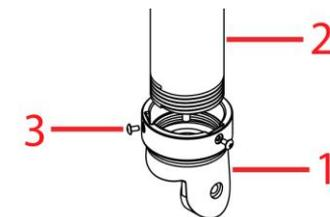

Figura 7
- Coloque o adaptador de montagem do pendente/poste (1) (figura 7) à volta de um tubo padrão de água roscado macho de 1 ½" padrão (2) (figura 7) e fixe firmemente os dois parafusos M3x0.5P (C = 6 mm) no adaptador de montagem em pendente com a chave Torx de segurança T10.